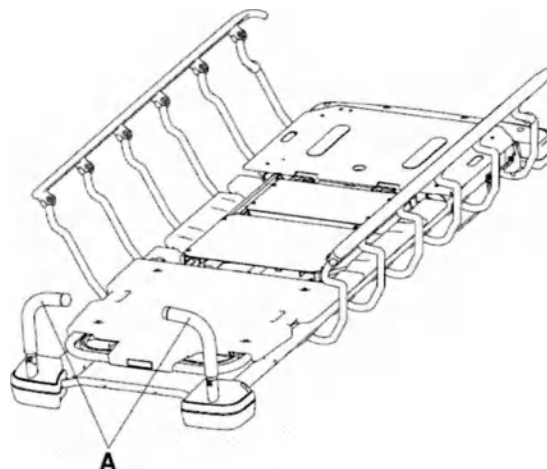

Рисунок 11 – Изменение положения ручек для толкания головного конца
1. Поверните ручки (A) вверх от головного конца изделия (см. рис. 11).